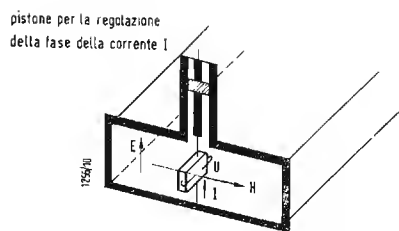

Fig. 5 - Effetto Hall in una guida d'onda.
3) Notiamo che la sonda di Hall provoca delle perturbazioni del campo magnetico inferiore al  $10^{-5}$  poichè la sua permeabilità magnetica è molto prossima a quella del vuoto. D'altra parte la corrente di comando non perturberà la componente normale al piano della placchetta purchè si scelga in modo adatto la disposizione degli elettrodi di comando (fig. 5). Analogamente si possono disporre gli elettrodi di Hall in maniera tale da annullare qualsiasi f.e.m. di induzione causata dalle variazioni di  $B$  in funzione del tempo.